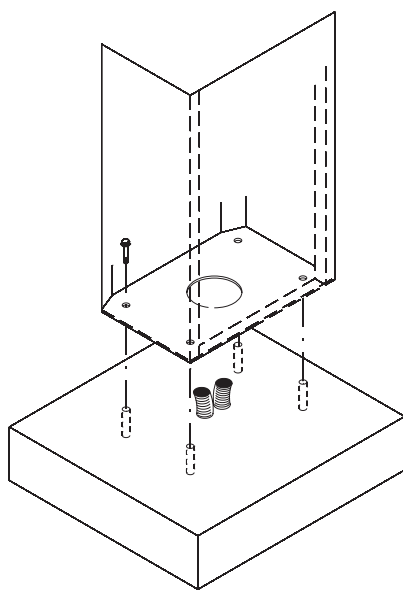
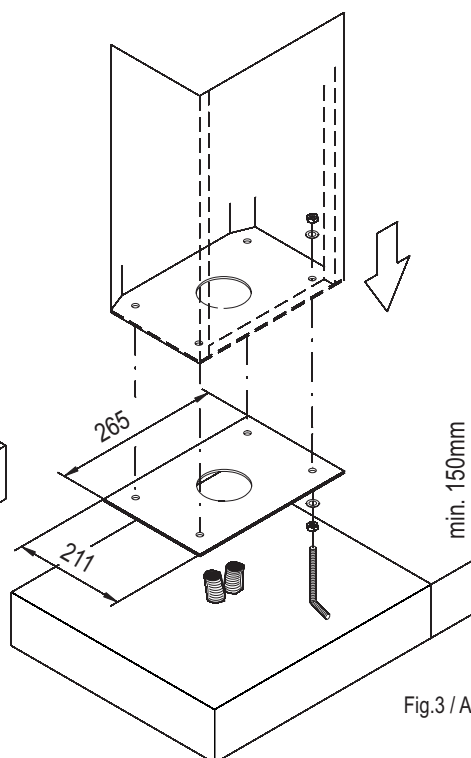

Fig.2 / Abb.2
Fig.3 / Abb.3
Prima di passare all'installazione vera e propria, si consiglia di verificare che la sede di installo della barriera sia solida ed appropriata e permetta alla barriera un esercizio corretto. Se la RAP-4 poggia su un solido basamento in cemento, può essere fissata direttamente al suolo con 4 tasselli ad espansione D.12 (fig.2), oppure il fissaggio può essere fatto con l'ausilio della contropiastra, data in dotazione assieme a 8 dadi, 8 rondelle D.12 e 4 zanche (fig. 3); in questo caso agire nel seguente modo:
3. Eseguire il montaggio **contropiastra-zanche** come fig. 3.
Si la RAP-4 repose sur une base solide en ciment, elle peut être fixée directement au sol avec 4 vis tamponnées Diam.12 (fig. 2) ou la fixation peut être effectuée à l'aide de la contre-plaque donnée en dotation avec 8 écrous, 8 rondelles D.12, et 4 boulons de serrement à crans (fig. 3). Dans ce cas-là, procéder comme suit:
3. Exécuter le montage **contre-plaque-boulons de serrement à crans** (fig. 3).
Si RAP-4 se apoya sobre una sólida base de cemento, se puede fijar directamente al suelo con 4 bulones expansibles D.12 (fig. 2), o sino, la fijación se puede realizar con la ayuda de la contraplancha, que se entrega con los 8 tuercas, 8 arandelas $\varnothing 12$ y 4 bulones de anclaje (fig. 3). En este caso actuar del siguiente modo:
3. Realizar el montaje **contraplancha-bulones de anclaje** (Fig.3).